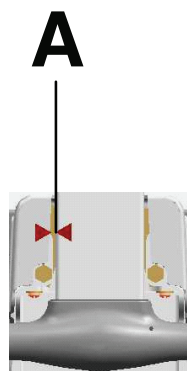

Figure 5 – Flèches de barrière latérale
3. Tirer sur la barrière latérale pour s'assurer qu'elle est verrouillée et que les flèches (A) sont alignées (Figure 5).